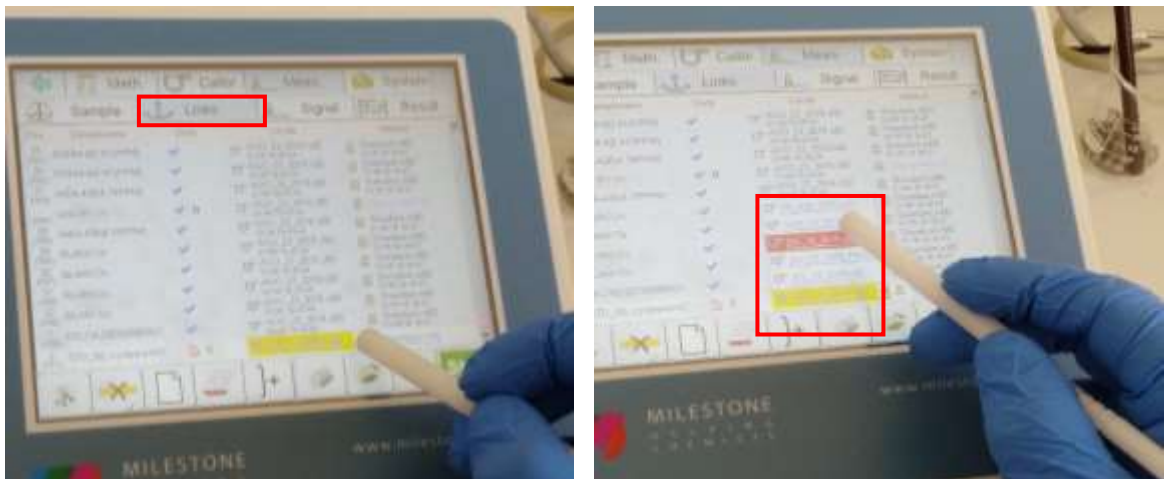

Fig. 6 Secuencia para elegir el archivo de calibración
- Luego ir a la pestaña “Links” y en la columna “Cal file” seleccionar el nombre de la nueva curva de calibración que creamos previamente: **DIC_16_2019** (Fig.6).